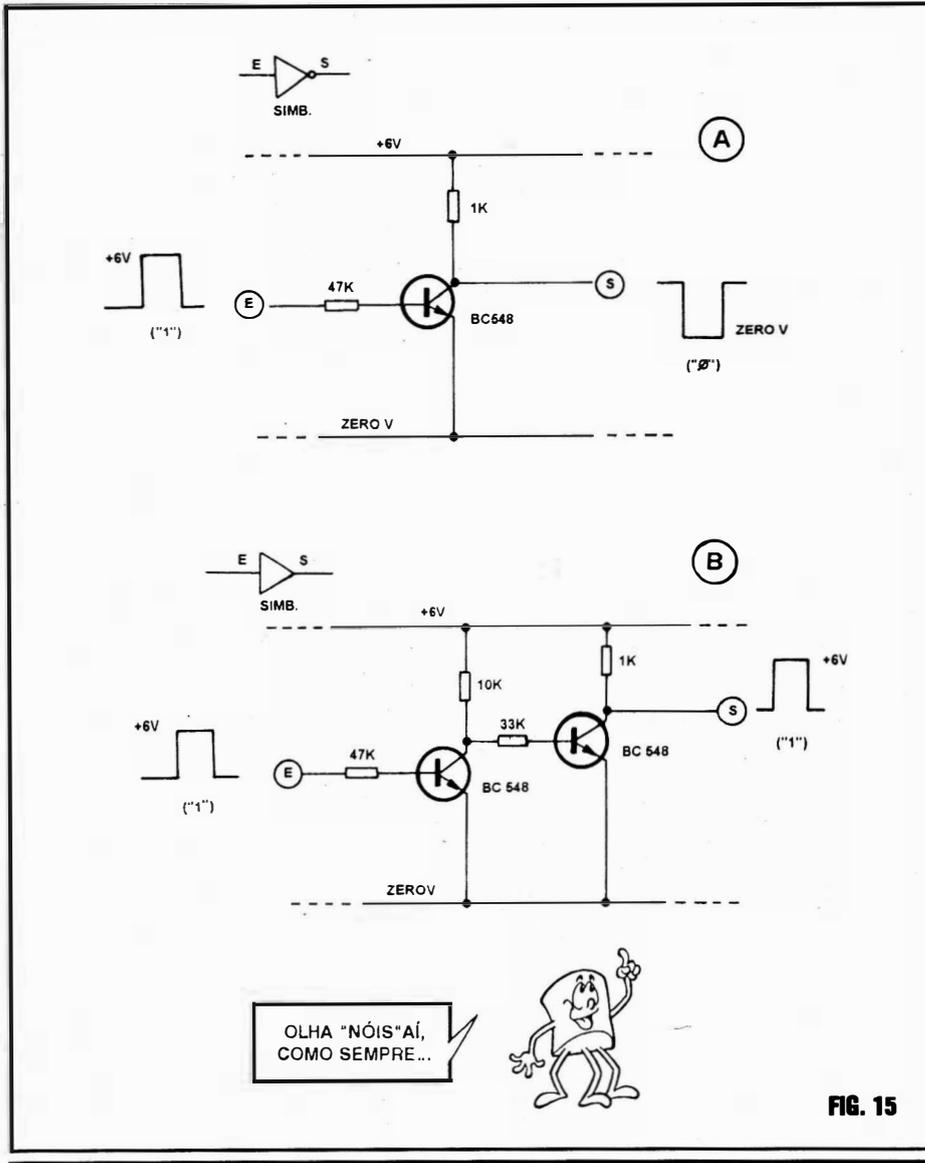

FIG. 15
- FIG. 15 - BLOCOS DIGITAIS LÓGICOS ELEMENTARES, FEITOS COM TRANSISTORES COMUNS... - Em 15-A vemos um GATE INVERSOR, enquanto que em 15-B temos um GATE NÃO INVERSOR, ambos sim-